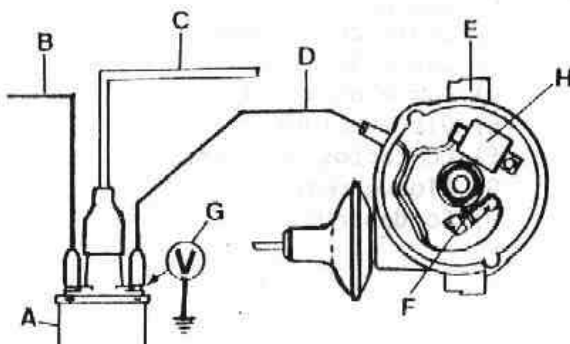

Fig. N2-2 Voltaje en el terminal de salida de la bobina
- 2.1. Conectar el cable negativo del voltímetro, G (Fig. N2-2) a masa y el positivo, al terminal de salida, B, de la bobina, A.
- 2.2. Comprobar que los contactos del ruptor, F (Fig. N2-2) están abiertos.